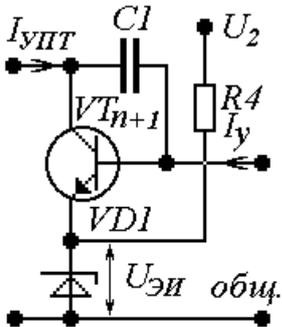

Рис.11. Вариант 1
$$U_{K_{n+1}} = U_{2ном} - U_{ЭИ} + \sum_{l=1}^n U_{БЭ_l}, \text{ для рис. 11, 12.} \quad (29)$$
$$I_{УПТдон} \leq \frac{0.5P_{Кдон}}{U_{K_{n+1}}}, \text{ для рис. 11...20.} \quad (33)$$
$$U_{ЭИ} \leq U_{2ном} - 3B, \text{ для рис. 11, 12, 17, 18, 19, 20.} \quad (34)$$
$$R_4 \leq \frac{U_{2ном} - U_{ЭИ}}{I_{cm1min}}, \text{ для рис. 11, 12, 17, 18, 19, 20.} \quad (36)$$
$$I_{K_{n+1}} = I_{\text{УПТ max}}, \text{ для рис. 11, 12, 13, 14, 15, 16.} \quad (39)$$
$$K_{I_{n+1}} = \frac{\beta_{n+1} R_n}{R_n + R_{\text{exPЭ}}}, \text{ для рис. 11...20.} \quad (41)$$
$$I_{Y \text{ max}} = I_{K_{n+1}} / K_{I_{n+1}}, \text{ для рис. 11...20.} \quad (42)$$
$$R_{\text{exY}} = r_{\text{ex}_{n+1}} + (1 + \beta_{n+1}) \frac{R_4 r_{\text{cm}}}{R_4 + r_{\text{cm}}}, \text{ для рис. 11...14 и 17...20.} \quad (43)$$
$$C_1 = (0.01...0.05) 10^{-6} \text{ Ф, для рис. 11...20.} \quad (45)$$